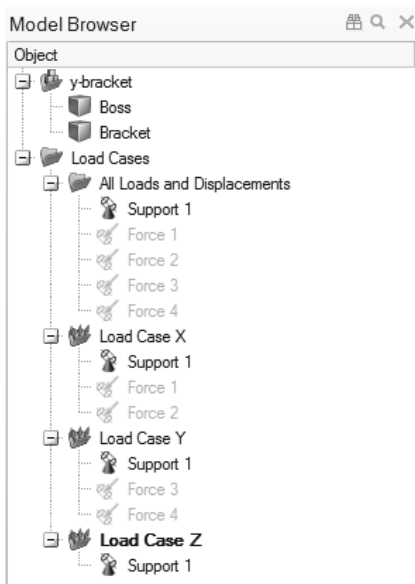

图 5-24
4) 在模型浏览器中单击 Force 3 和 Force 4 左侧的小图标，暂时隐藏这些力，如图 5-24 所示。